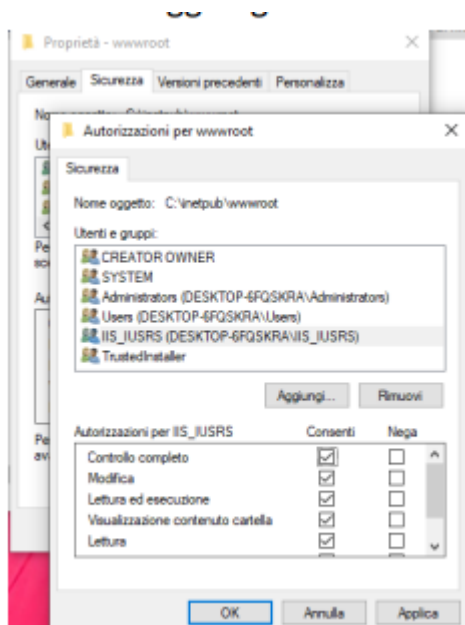

Figura 7- Permessi cartella wwwroot\etabula
6. Modificare i permessi all'intera cartella C:\inetpub\wwwroot\eTabula facendo -> tasto dx-> proprietà -> protezione ed aggiungere l'utente IIS_IUSRS impostando il controllo completo. Come da Figura 7.